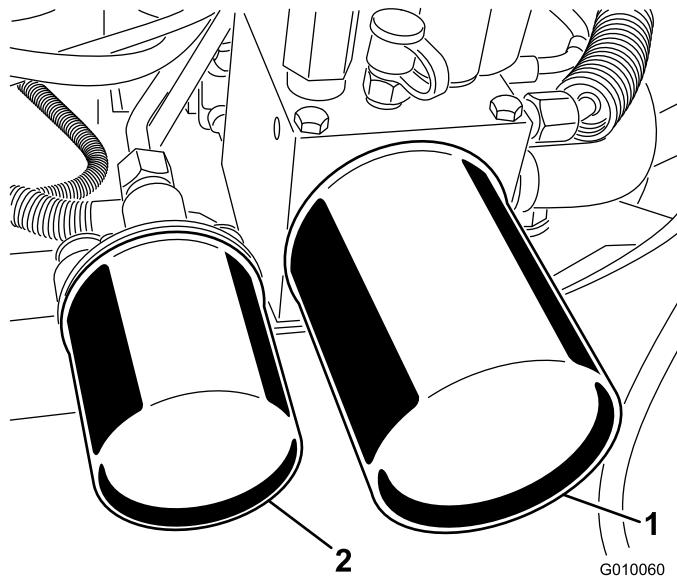

Bild 60
2. Stellen Sie eine Auffangwanne unter den Filter, bauen Sie den alten Filter aus und wischen Sie die Dichtungsfläche des Filterstutzens sauber (Bild 60).